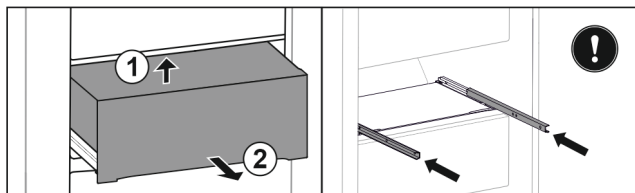

Fig. 37
- ▶ Soulever le tiroir à l'arrière par le bas. Fig. 37 (1)
- ▶ Retirer le tiroir par l'avant. Fig. 37 (2)